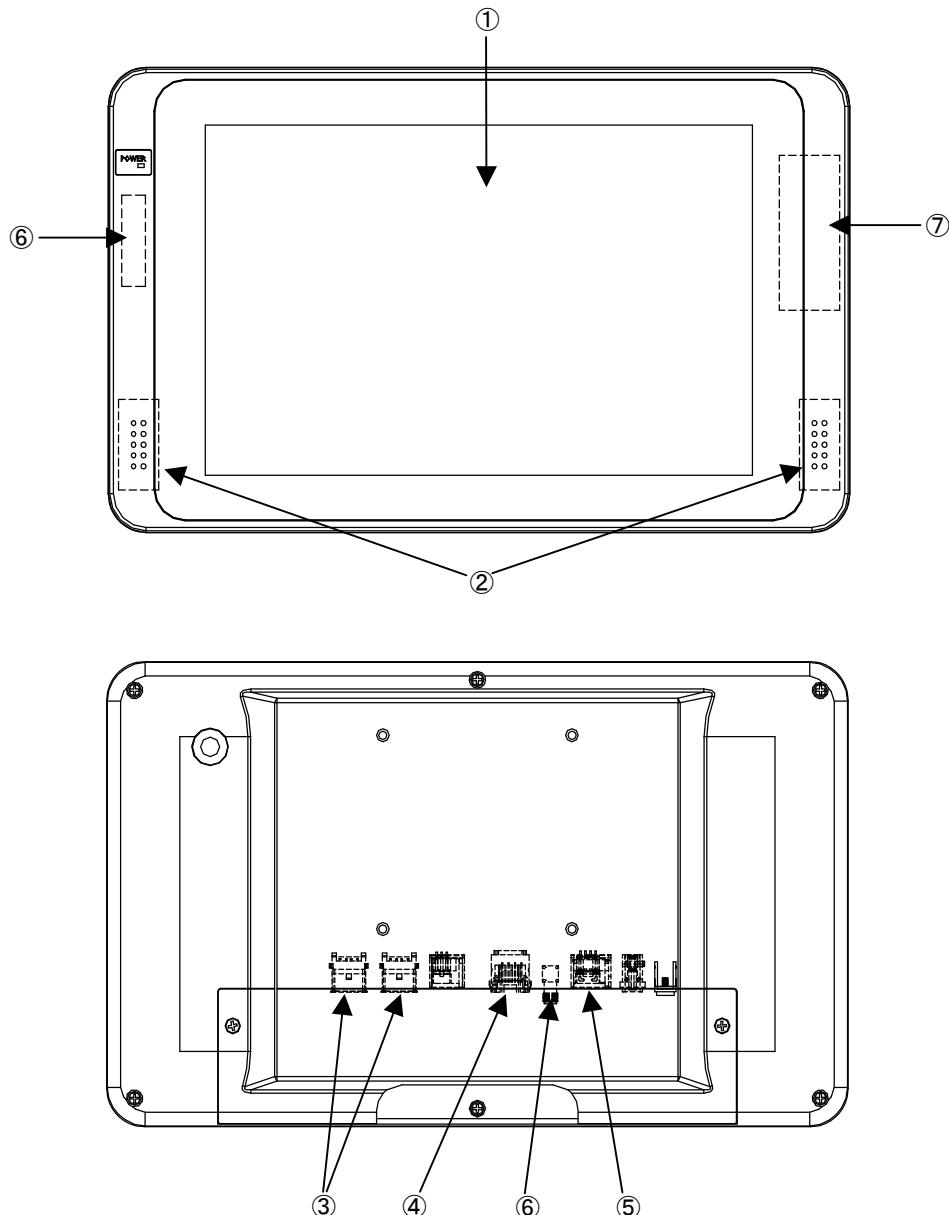

図3-1-1. 外形図 (MT4-101CN)
MTシリーズの例として、MT4-101CNの外形図を図3-1-1に示します。各部名称を表3-1-1に示します。
COM1	SI01 (図 3-1-1 ⑤) アプリケーションでシリアル通信に使用できます。 (RXD、TXD、GND 信号に対応しています。他の信号には対応していません。)
ローカルエリア接続	LAN1 (図3-1-1④): 1000BASE Ethernet